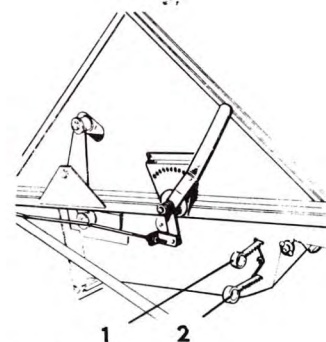

Bild 22.
1. Ställ in bossåll och rensåll enligt tabellen på sidan 30. Inställning görs med reglagen 1 och 2, bild 22. Då reglagen dras ut ökas sållöppningarna.